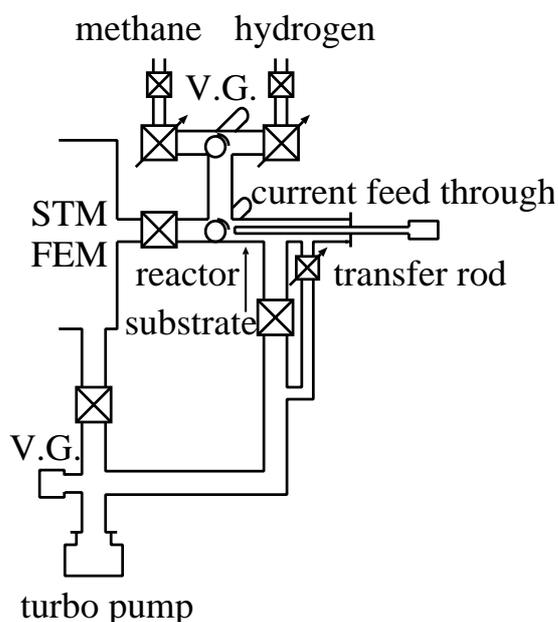

図 1: CVD チェンバーの概要
**CVD チェンバーの製作** 本研究では、薄膜成長法として成功している CVD 法のなかでも比較的簡便な hot-filament CVD 法を採用し、CVD 反応装置を設計・製作した。装置の概要を図 1 に示す。CVD ガスであるメタン・水素が、流量を調節して導入できる。トランスファーロッドの先端にサンプルホルダーステージがあり、ここに試料・フィラメントが設置される。